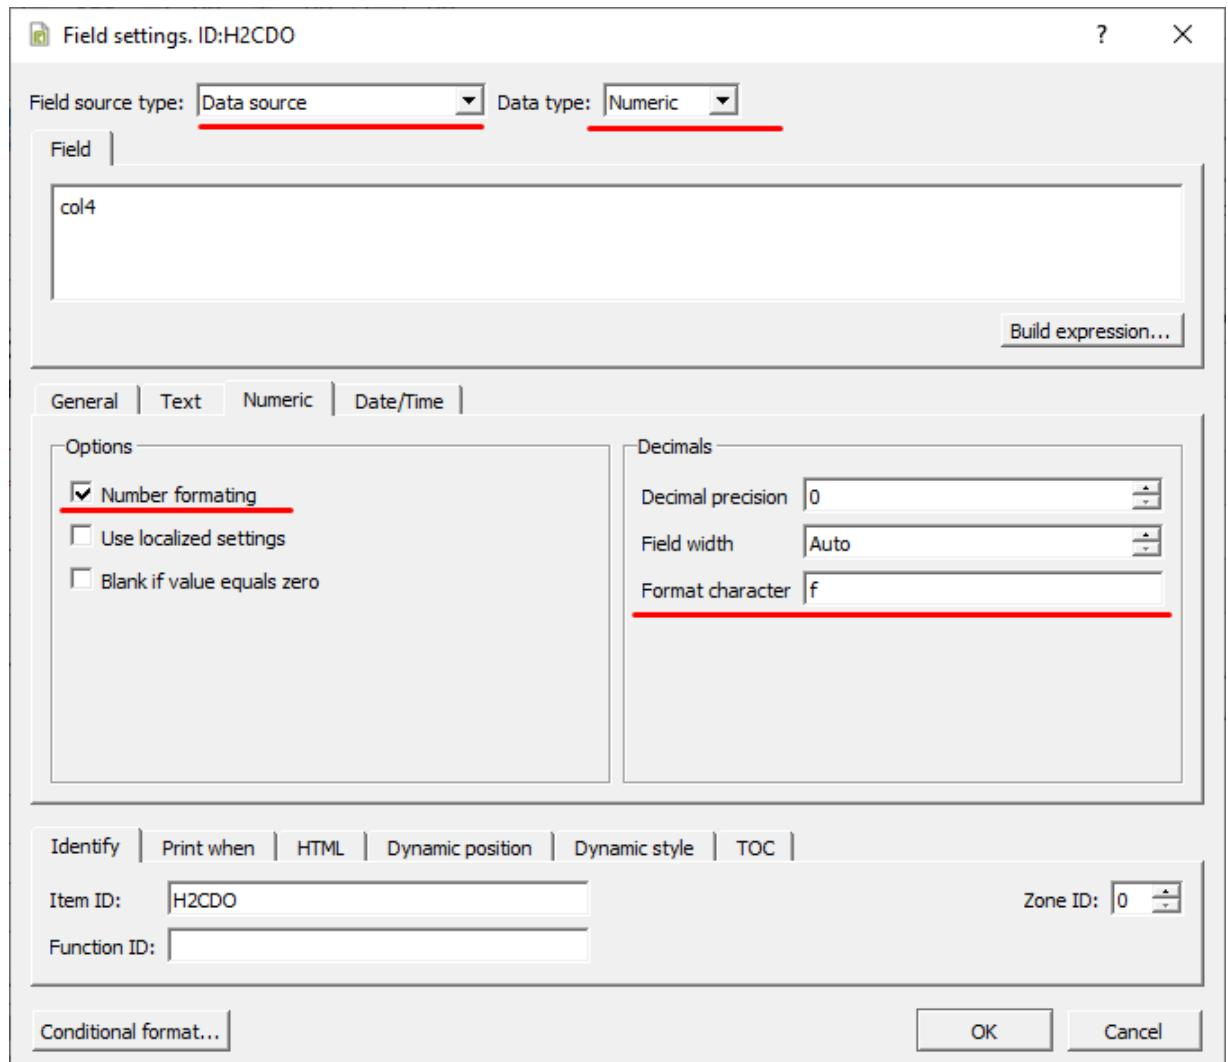

Рисунок 332 - Настройка табличных данных
5. Для колонки значения сигнала в графике **Field source type** выберите **Data Source**, в графике **Data type – Numeric**, в графике **Numeric** выделите **Number formating** и **Format character = f** (Рисунок 332).